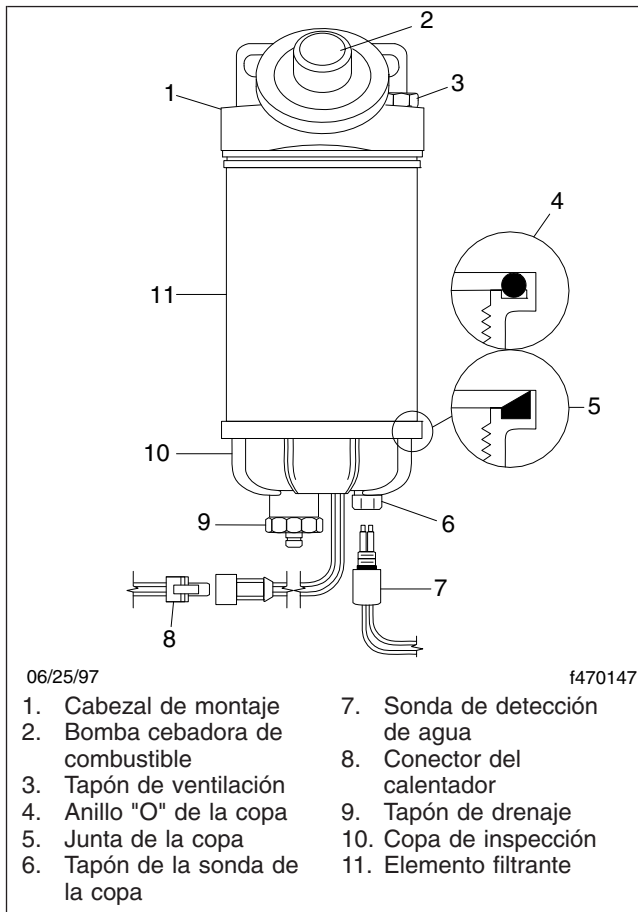

Figura 1, Separador de combustible y agua Alliance
- 8.1 Afloje el tapón del respiradero. Luego haga funcionar la bomba cebadora hasta que salga combustible por el tapón de respiradero. Vea la Figura 1.